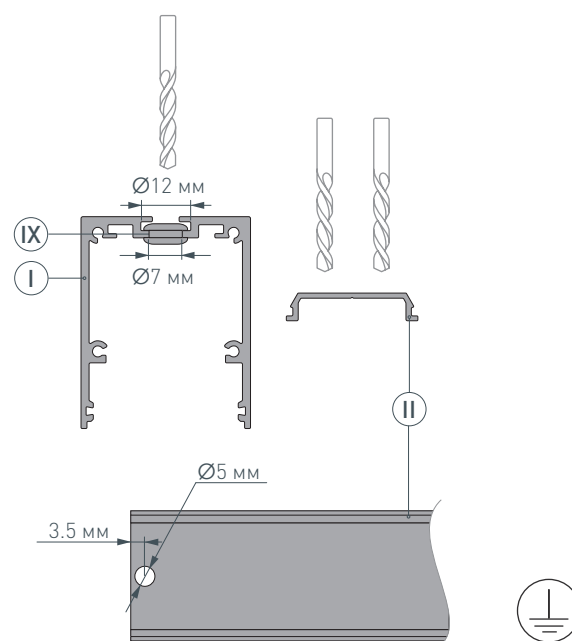

Рис. 1. Подготовка отверстия для вывода кабеля на основании для светодиодной ленты (II). Вид сверху
- 1** / Просверлите два отверстия $\varnothing 12$ мм и $\varnothing 7$ мм в профиле (I) для вывода сетевого кабеля, а также для установки клемм заземления профиля и блока питания. Затем просверлите отверстие $\varnothing 5$ мм в основании для ленты (II) для вывода кабеля питания светодиодной ленты, как показано на рис. 1. **Установите клеммы заземления профиля и блока питания.** Установите в профиле (I), в отверстия для сетевого кабеля силиконовую муфту (IX).